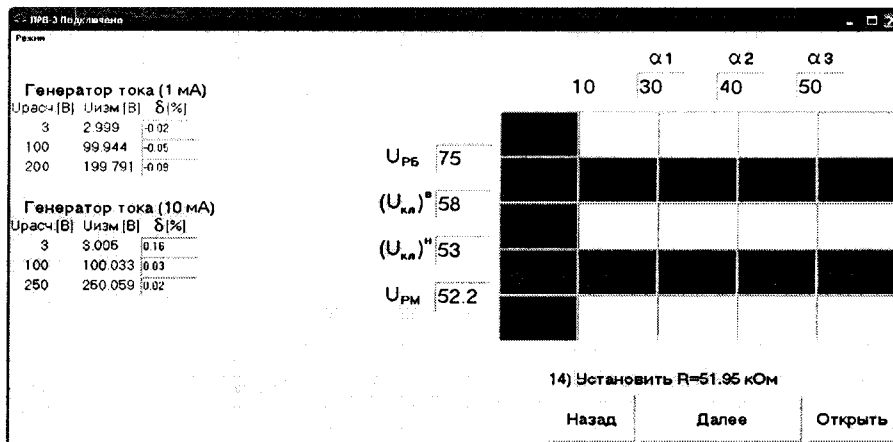

Рисунок 7.7.4-4
7.7.6.6 Установить значение сопротивления магазина сопротивлений 51,95 кОм в и нажать левой кнопкой мыши на кнопку “Далее”. В ячейке таблицы (рисунок 7.7.4-5) отобразятся значения U и α , которые должны находиться в пределах*: